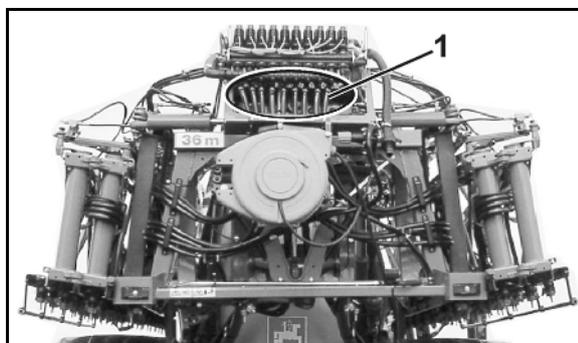

Fig. 159
10. Demontieren Sie den Druckschlauch (Fig. 159/1) der Pumpe, so dass restliche Wassermengen aus Druckschlauch und VARIO-Schalthehn –Druckseite **B** ausfließen können.